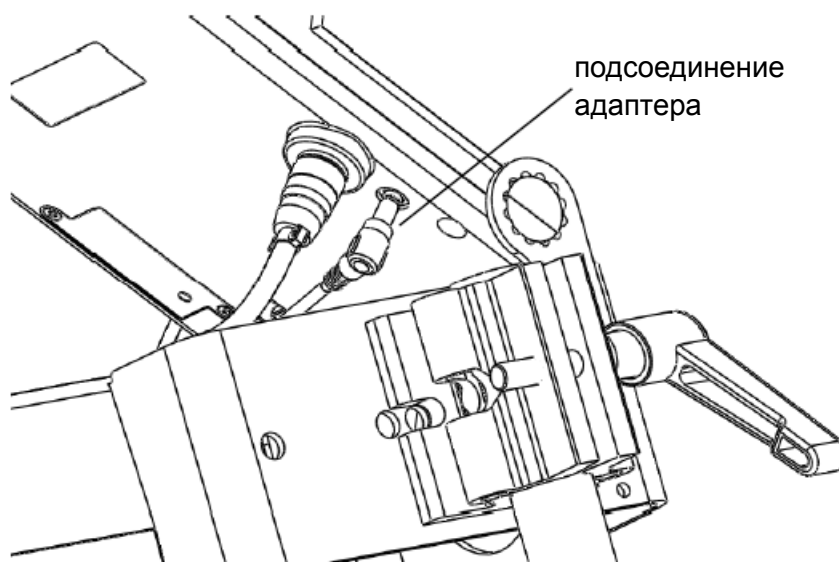

Рисунок 3-14: Подключение адаптера
- б. Вставьте вилку адаптера питания в контроллер принтера (см. Рисунок 3-14 на странице 3-11).